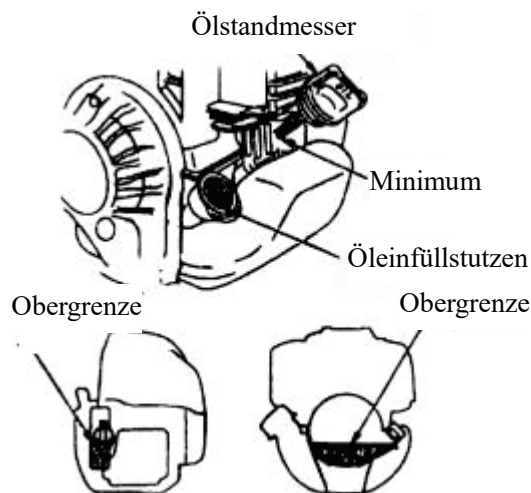

Abb. 3
4.3.2 Bringen Sie den Benzinmotor in waagrechte Lage. Schrauben Sie den Ölstandmesser heraus und prüfen Sie den Ölstand wie in Abb. 3 dargestellt. Bei fehlendem Öl füllen Sie bis zur Obergrenze nach. Wechseln Sie das Öl, wenn es zu schmutzig ist.